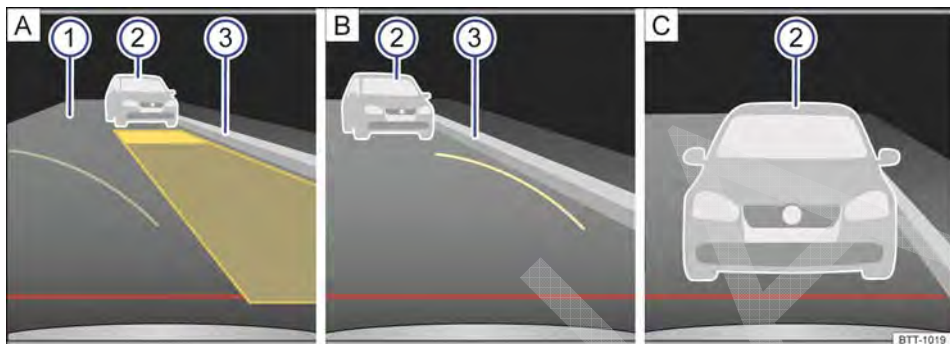

Fig. 181 Exibição do display do sistema Infotainment:: câmera de marcha a ré, modo 2.
Legenda para Fig. 181:
6. Se necessário, corrigir a posição o veículo, de modo que a superfície de auxílio amarela exibida coincida com a limitação lateral  da vaga selecionada (por exemplo, meio-fio) e termine antes de uma limitação traseira , por exemplo, um veículo estacionado → Fig. 181 **A**.